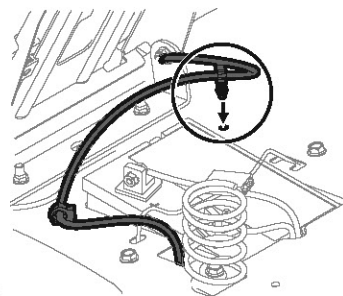

Figura 4
5. Usando la traba del mazo unida al mazo, asegure el exceso de cable al guardabarros colocando la traba del mazo en su lugar como se muestra en la Figura 4.